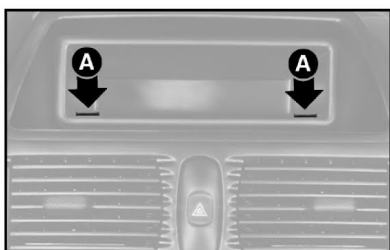

fig. 1
Nas versões que não possuem auto-rádio instalado originalmente de fábrica, este equipamento deverá ser montado na respectiva sede prevista para esta finalidade, a qual é removida fazendo pressão nas linguetas de retenção indicadas pelas setas **A** na **fig. 1**.
- sede desmontável para o auto-rádio no painel do veículo **fig. 1**;